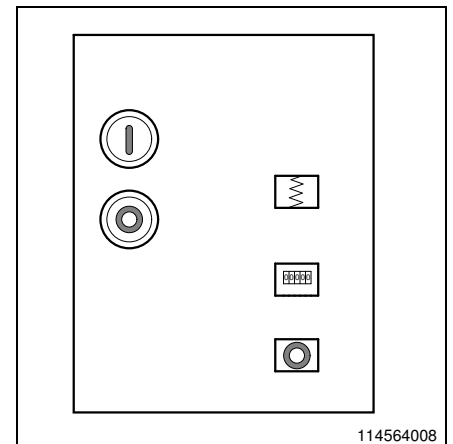

Bild 22
- In der Anzeigeöffnung erscheint "0" (Bild 22).